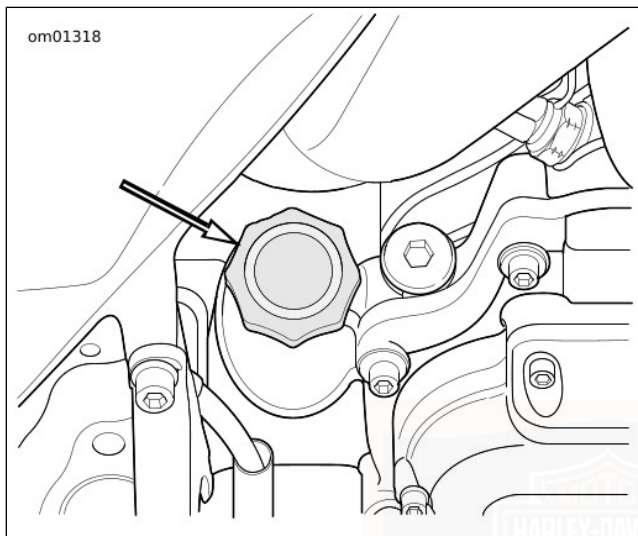

Figure 48. Bouchon de remplissage d'huile moteur
- Voir Figure 48 . Vérifier le niveau d'huile moteur.
3. Voir Figure 48 . Vérifier le niveau d'huile.